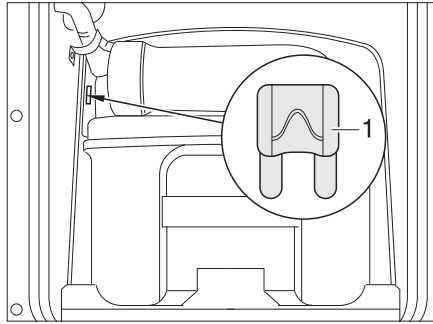
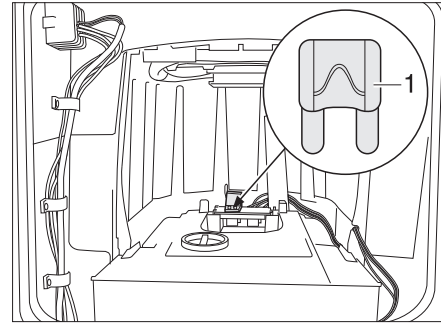

Fig. 301 Fusible del inodoro Thetford
Fig. 302 Fusible del inodoro Thetford (alternativa)
- Cambiar el fusible (Fig. 301,1 ó Fig. 302,1).